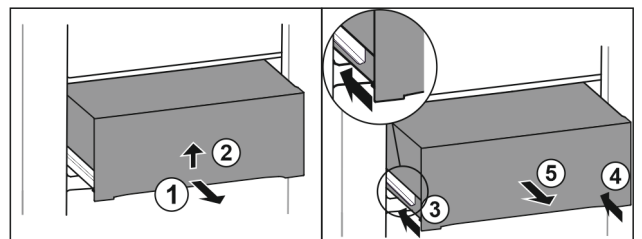

Fig. 43
- ▶ Estrarre il cassetto a metà. Fig. 43 (1)
- ▶ Sollevare il cassetto nella parte inferiore. Fig. 43 (2)
- ▶ Inserire la guida sinistra. Fig. 43 (3)
- ▶ Inserire la guida destra. Fig. 43 (4)
- ▶ Rimuovere il cassetto tirandolo in avanti. Fig. 43 (5)